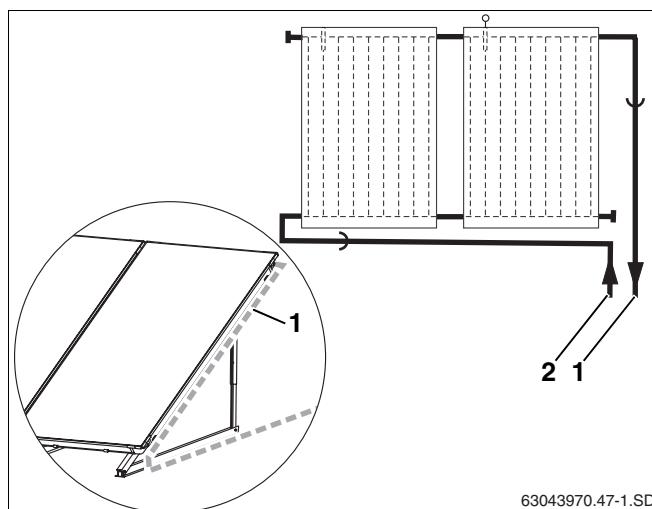

Fig. 55 Ligar os tubos colectores ao campo colector
- ▶ Passe a tubagem de impulsão do lado do edifício (fig. 55, **item 1**) ao longo do colector e não na vertical para baixo.